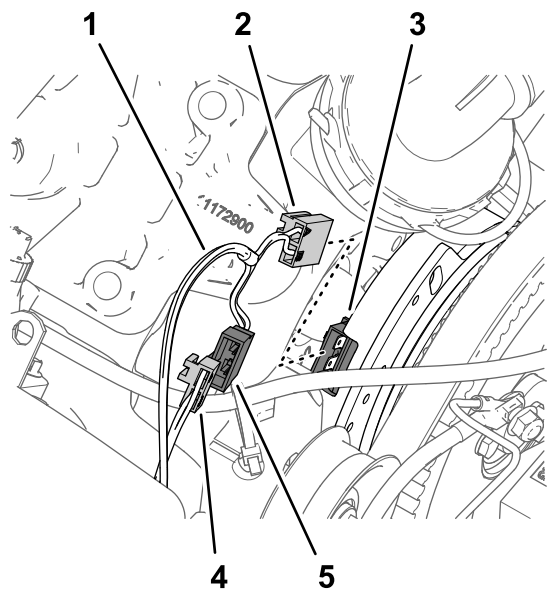

Figura 166
2. Ligue o conector de dois pinos da secção de cablagem do kit (84 cm) rotulado EMBRAIAGEM DA BOMBA (pump clutch) ao conector de duas tomadas da cablagem da máquina rotulado BOBINA DA BOMBA DO PULVERIZADOR (spray pump coil) (Figura 166).
3. Ligue o conector de duas tomadas da secção de cablagem do kit rotulado EMBRAIAGEM DA BOMBA (pump clutch) ao conector de dois pinos do alternador (Figura 166).